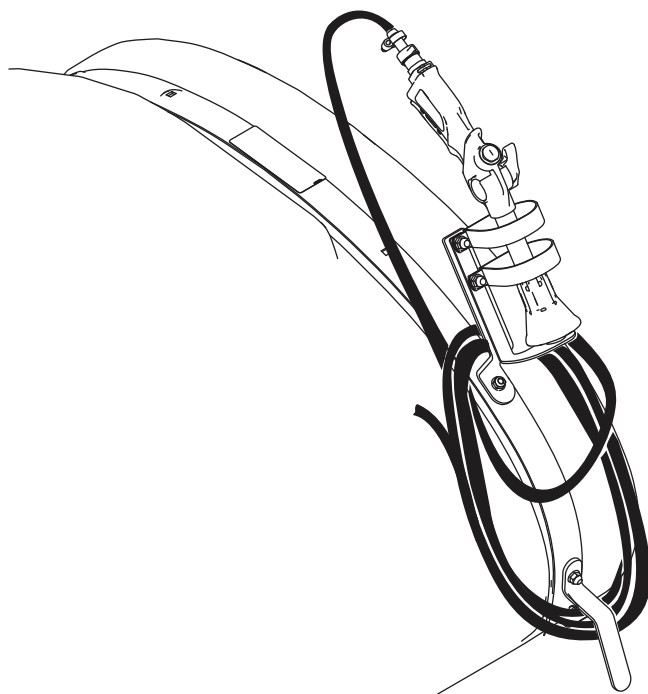

Figura 13
5. Enrole o tubo em redor dos ganchos no depósito e coloque a pistola de pulverização no suporte da pistola como se mostra em Figura 13.